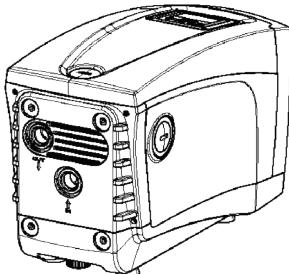
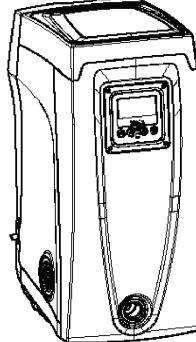

Figure 4
Figure 5
- **Pan F:** comme l'indique l'étiquette à détacher, le bouchon de 1" a deux fonctions : pour l'installation horizontale, la bouche qui est fermée par le bouchon est la porte de chargement du système (voir ci-après « opération de chargement », parag. 4.2.3) ; pour l'installation verticale, cette même bouche peut constituer le raccordement hydraulique d'entrée (exactement comme celle qui est marquée « IN » sur le pan C et en alternative à celle-ci). Le tableau d'interface utilisateur est composé d'un écran et d'un clavier. Il a pour fonction de paramétriser le système, d'interroger son état et de communiquer les alarmes éventuelles. Le système peut être installé en deux 2 configurations : horizontale (Fig.4) ou verticale (Fig.5).